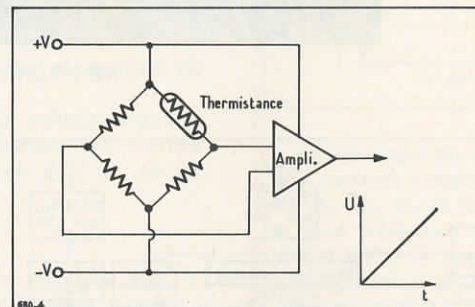

Fig. 4
**Mesures de température :** Le principe est simple (fig. 4); un pont nous délivre une variation de tension proportionnelle à la variation de résistance de la thermistance, elle-même proportionnelle à la variation de température. Ces tensions passent ensuite à travers des amplificateurs différentiels avant d'être appliquées aux VCO. Les thermistances doivent avoir un temps de réponse de l'ordre de 1 s, afin de suivre les variations rapides de température pendant la phase ascensionnelle (de + 20 à - 45 °C).